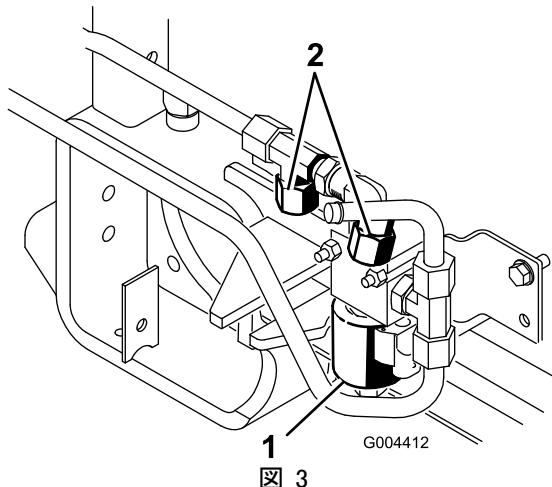

図 3
- 後リモート油圧バルブからキャップ・プラグ 2つを取り外す（図 3）。